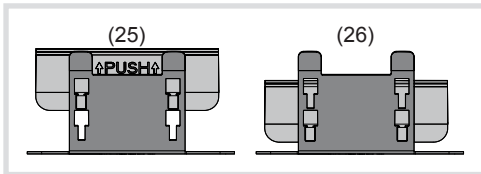

Bild 17: Umbau Öffnungswerkzeug
(24) Öffnungswerkzeug
- Zum Öffnen einer Briefkastenfront 2/1 muss zuvor das Öffnungswerkzeug von der oberen (25) in die untere Position (26) umgesteckt werden (Bild 17).